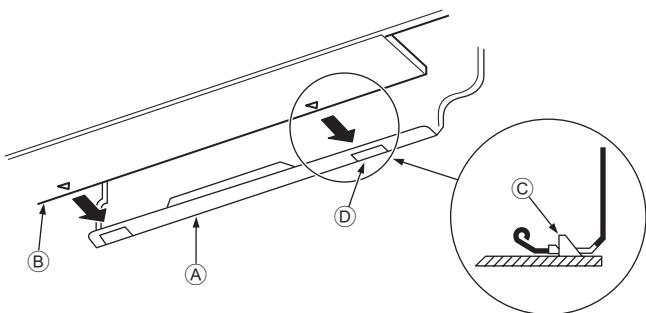

Fig. 3-15
3. Al introducir las tuberías de refrigerante y la manguera de drenaje en el orificio de penetración en la pared (manguito de penetración), cuelgue la parte superior de la unidad interior en la placa de montaje ①.
5. Fije la unidad en la placa de montaje ① empujando la parte inferior de la unidad. (Fig. 3-15)
- * Asegúrese de que los tiradores de la parte inferior de la unidad interior estén bien enganchados en la placa de montaje ①.
- Ⓐ Placa de montaje ①